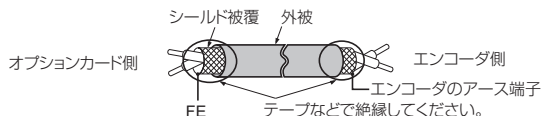

図 6 シールド線の末端処理
4. 図 6 と図 7 を参考に電線の末端を処理してください。配線時の締め付けトルクについては、「電線サイズと締め付けトルク」(34 ページ) を参照してください。すべての電線が確実に固定されているか、電線の被覆が端子台の挿入部にかみ込んでいないかを確認してください。また、はみ出した心線はすべて切断してください。
5. オプションカードの端子台とエンコーダを接続してください。配線については図 6 と図 7 を参照してください。また、接続図の詳細については、「接続図」(29 ページ) を参照してください。端子の詳細については、「端子の機能」(36 ページ) を参照してください。